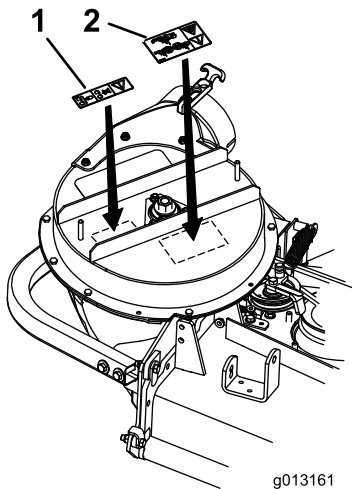

Figure 1
2. Nettoyez la surface où l'autocollant doit être apposé (Figure 1).
3. Placez les autocollants comme montré à la Figure 1.